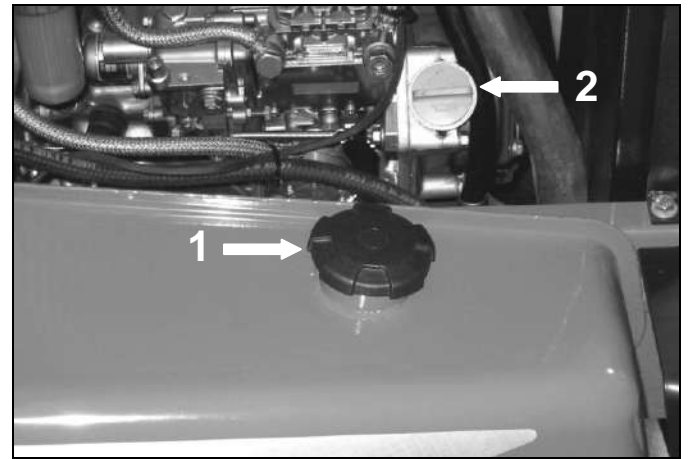

fig.8/1
- 25 - Summer (Abb.8/15) (intermittierend, bei heißer Kühlerflüssigkeit; ständiges Summen bei ungenügendem Motoröldruck)
- 26 - Kardanwelle Antrieb Zapfwelle (Abb.8/16)
- 27 - Öl Ablaufdeckel Getriebe und hydrostatischer Antrieb (Abb.8/17)
- 28 - Hydraulische Anschlüsse Typ Push-Pull 1/2" F-ISO7241-1A (Abb.8/18) mit Doppelwirkungsverteiler für Geräte die zusätzliche hydraulische Steuerungen benötigen; Auslösung durch Hebel **A** (Abb.8/18).
- 21 - Alojamiento batería eléctrica 12V 65A (fig.8/6)